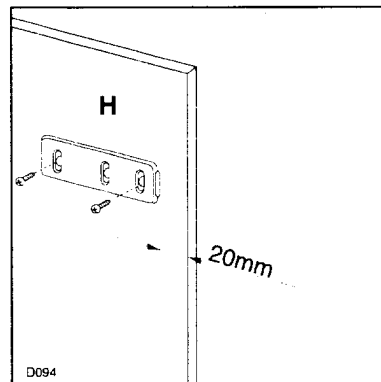

Fig. 8
Posez les guides (H) à l'intérieur de la porte du meuble, en haut et en bas, comme l'illustre la Fig. 8, et repérez la position des trous extérieurs.